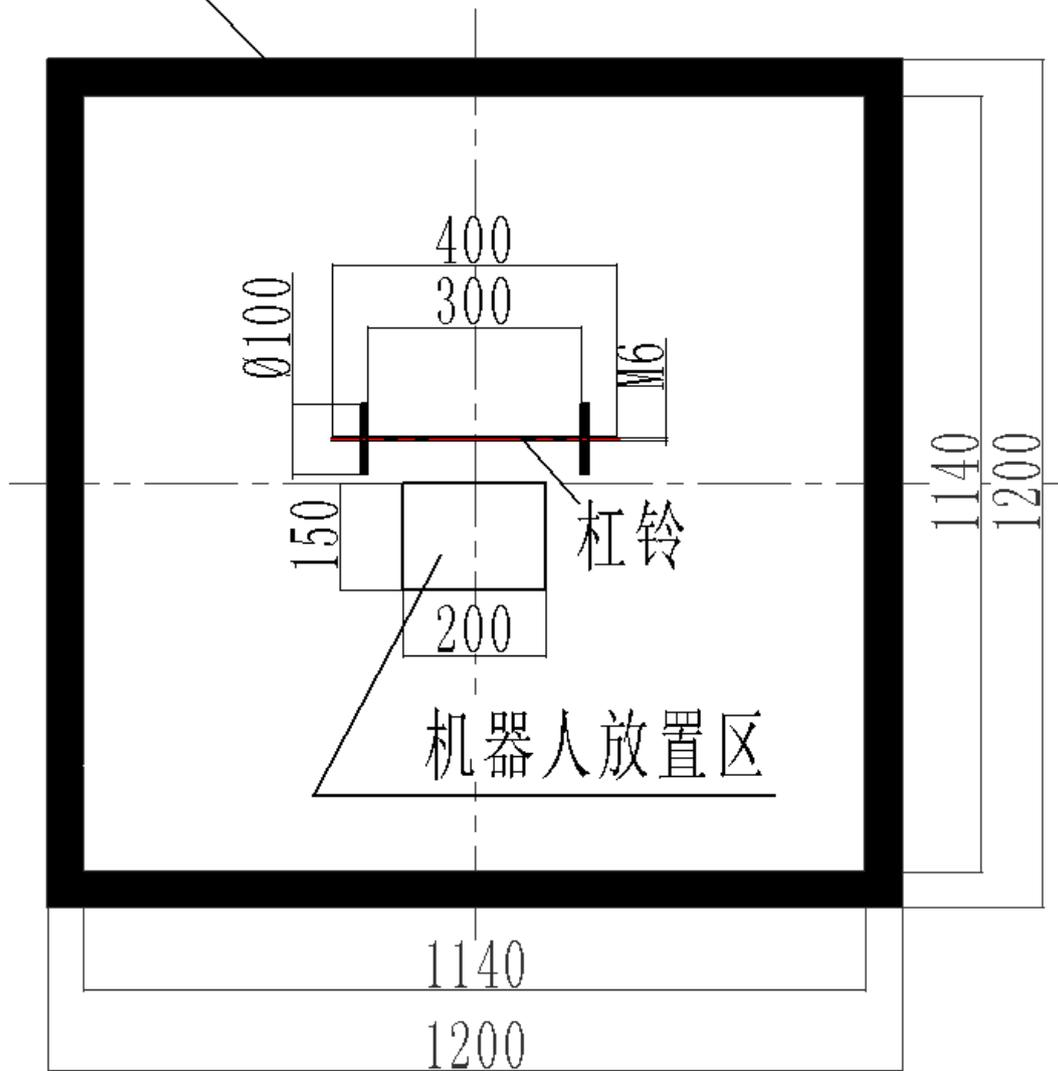

图 2 机器人举重比赛场地及器材示意图
机器人举重比赛场地如图 2 所示，为一块放置于地面的木板，长 1200mm，宽 1200mm，厚度 10mm。
器材为：杠铃 1 个，如图 2 所示。杠铃的杠用 M6 螺杆制成，长 400mm。两端重物为圆片形重物，直径 100mm，单个重量为 50g 或 100g 两种。杠铃初始重量 250g。
1、机器人爬壁比赛场地如图2所示，由始发区A、导航磁条、篮筐及终点线组成。总体尺寸为：宽度2000mm、高度1600mm、腿部高度400mm；木板材质，白色漆面，表面平整，光滑程度由木板纹理及喷漆工艺决定。